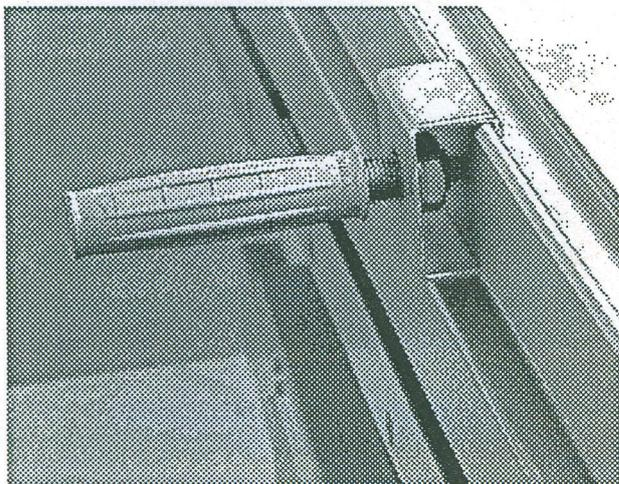

Bild 5.14
- Siehe Bild 5.14, auf der gesamten Besäumtischlänge verschieb- und arretierbar.